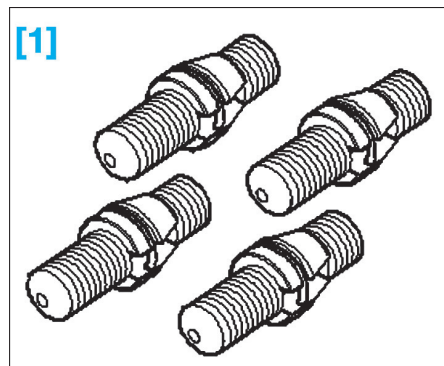

FIG. 23
- Déposer les vis (4).
- [1]. Arrêteur Ref. T10096 (Fig.23).